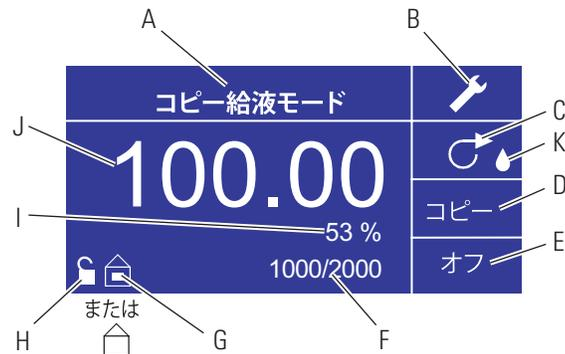

図 3-6. コピー給液モードスクリーン
7. **バッチサイズ設定**：方向パッドとENTERキーを使って、操作スクリーンからバッチ数アイコンを選んでください (図3-6、位置F参照)。バッチ数スクリーンで、UP/DOWN矢印を使ってバッチサイズを選びます。ENTERを押してバッチサイズを確定します。ゼロ (0) に設定されている場合、駆動部は無限のサイクルで稼働し、∞記号が表示されます。EXITを選んで、コピー給液モードスクリーンに戻ります。
9. **バッチ数リセット**：方向パッドとENTERキーを使って、BATCH COUNTアイコンを選びます (図3-6、位置F参照)。BATCH COUNTスクリーンでRESETを選び、ENTERキーを押すとバッチ数がリセットされます。EXITを選んで、コピーモード操作スクリーンに戻ります。